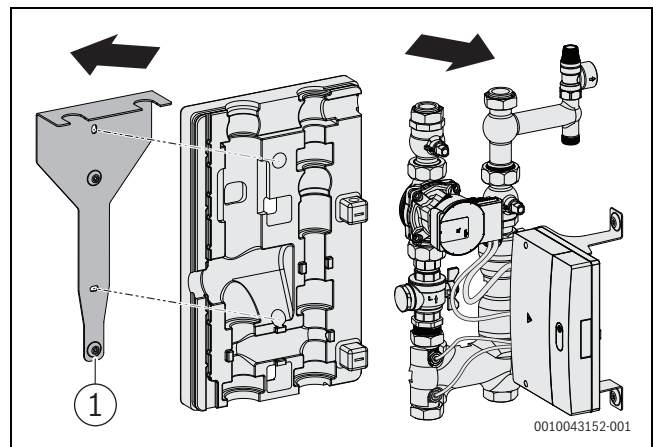

Bild 9 Wandhalterung entnehmen
- ▶ Inneneinheit mit Wandhalterung mit den mitgelieferten Dübeln und Schrauben (gegebenenfalls für die Wand geeignete Befestigungselemente benutzen) durch die Öffnungen im hinteren Wärmeschutz und in der Wandhalterung an der Wand verschrauben (→Bild 9 und 10).
- ▶ Rohrgruppe aus hinterem Wärmeschutz und Wandhalterung entnehmen (→Bild 9)